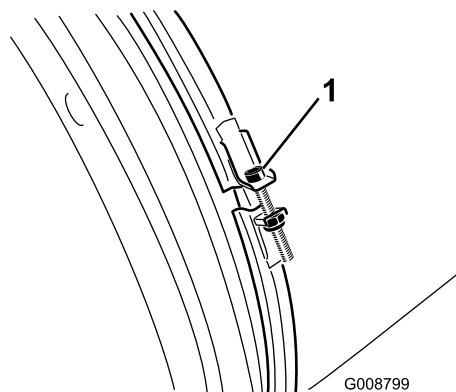

Рисунок 48
- Проверьте зажим сопла воздуходувки на наличие признаков износа или повреждений (Рисунок 48).
- Проверяйте зажим сопла воздуходувки ежедневно, чтобы убедиться в его плотной затяжке (Рисунок 48).